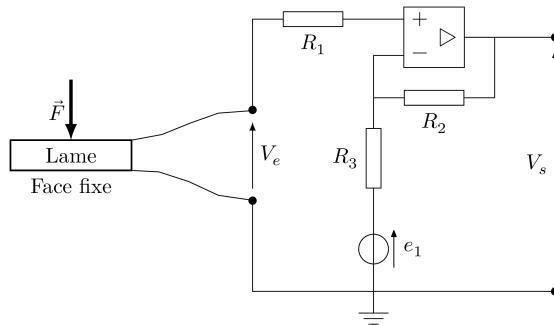

Figure 1
1. Après avoir rappelé le modèle de l'amplificateur linéaire intégré idéal, exprimer la tension  $V_e$  en fonction de  $e_1$ ,  $V_s$  et des différentes résistances (figure 1).